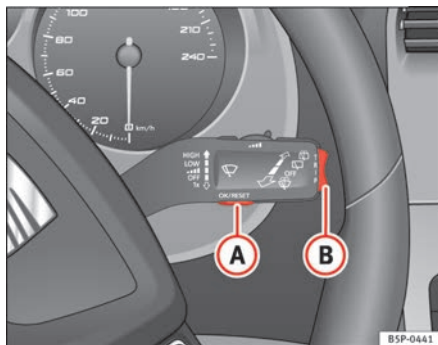
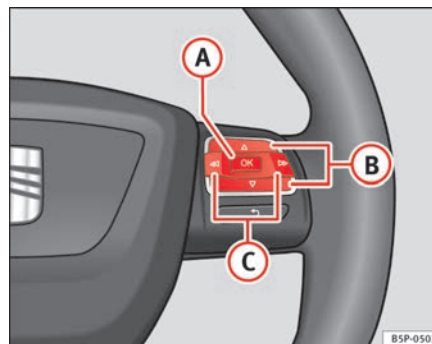

Abb. 43 Scheibenwischerhebel: Taste A zum Bestätigen von Menüpunkten und Wippe B zum Wechseln der Menüs
Abb. 44 Bedienelemente am Lenkrad: Taste A zum Bestätigen der Menüpunkte und Tasten B zum Wechseln der Menüs
- Zum Aufrufen des Menüs „Einstellungen“ drücken Sie die Taste **C** ⇒ Seite 68, Abb. 44, bis die entsprechende Anzeige am Display erfolgt. Nun befinden Sie sich in diesem Menü.
- Zum Umschalten zwischen den Speichern drücken Sie bei eingeschalteter Zündung kurz die Taste **A** ⇒ Seite 68, Abb. 43 ⇒ Seite 68 am Scheibenwischerhebel oder die Taste **OK** am Multifunktionslenkrad ⇒ Seite 68, Abb. 44 ⇒ Seite 68.
In der Multifunktionsanzeige können Sie durch Betätigen der Wippe **B** ⇒ Seite 68, Abb. 43 ⇒ Seite 68 am Scheibenwischerhebel oder durch Drücken der Taste **A** bzw. **V** ⇒ Seite 68, Abb. 44 am Multifunktionslenkrad* die folgenden Daten abfragen.